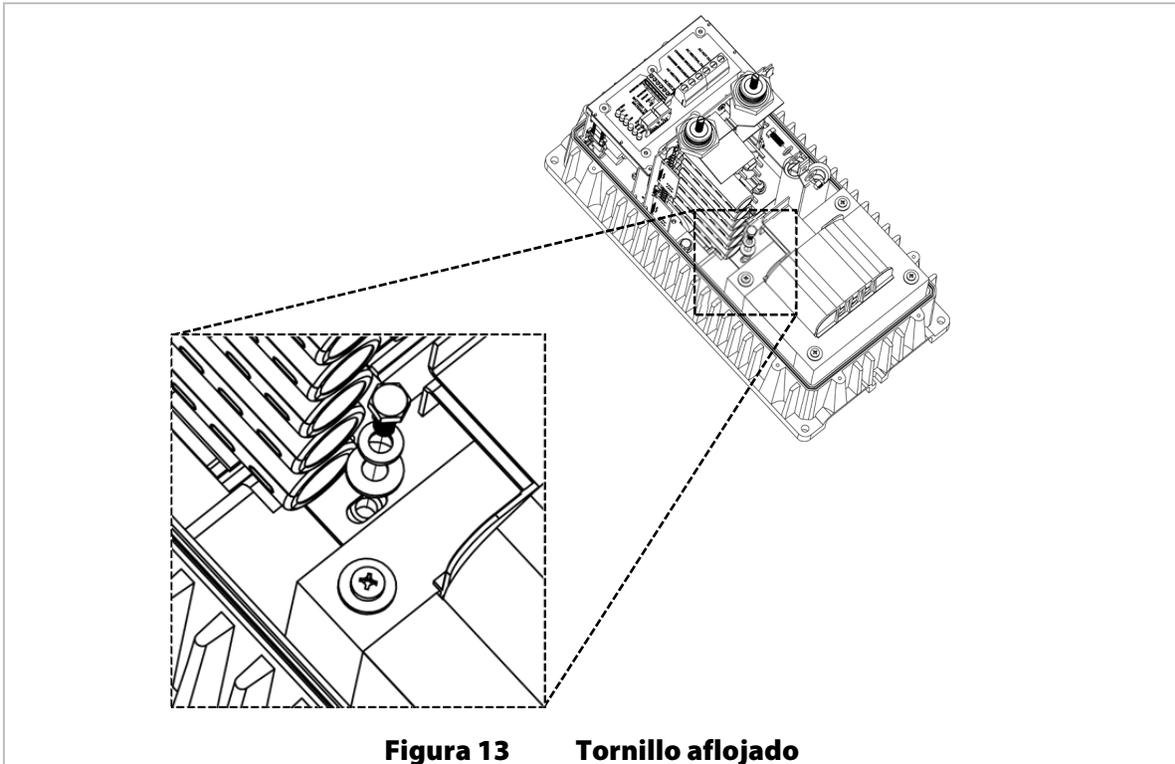

Figura 13 Tornillo aflojado
3. Antes de atornillar la PCBA de FET, es posible que sea necesario aflojar el tornillo que une la barra de conexión del transformador al transformador. Si se afloja este tornillo, será más fácil alinear la PCBA de FET correctamente. Consulte la Figura 13.